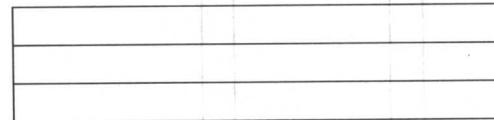

图 2-3 偏移操作
4. 选择“修改”/“偏移”命令，设置偏移距离为 80mm，对图形进行偏移操作，结果如图 2-3 所示。